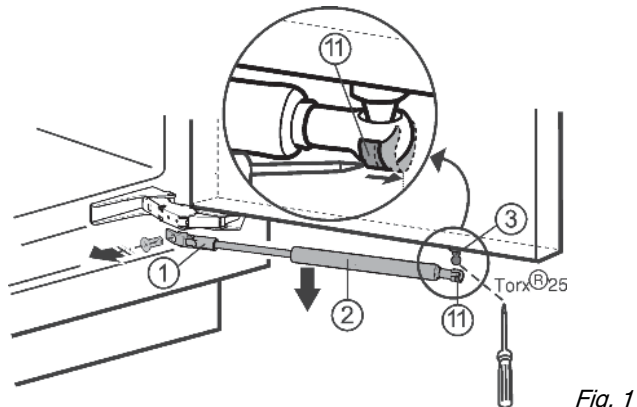

Fig. 1
- ▶ Pousser le ressort tendeur Fig. 1 (11) vers l'extérieur à l'aide du tournevis.
- ▶ Démontez l'amortisseur Fig. 1 (2) de fermeture vers le bas.
- ▶ Dévisser le support Fig. 1 (1).
- ▶ Dévisser le pivot sphérique Fig. 1 (3) (Torx® 25).